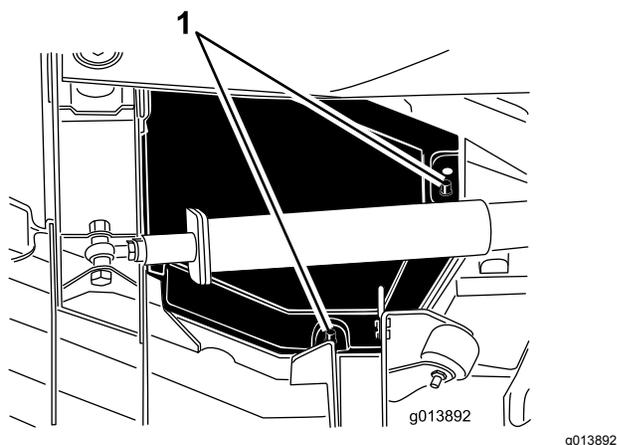

Figura 77
4. Sollevare i bordi dei coperchi posteriori interni dai supporti di montaggio (Figura 77).